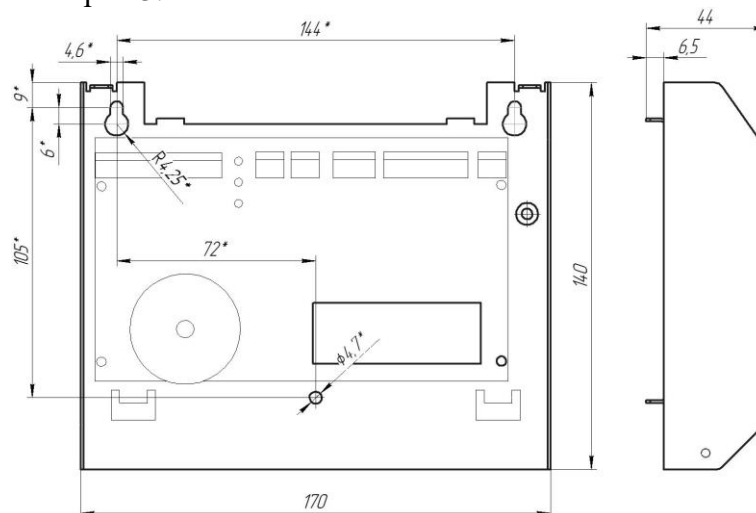

Рис.2. Габаритные и установочные размеры модуля УПТ.
3.1.1. Габаритные и установочные размеры модуля показаны на рис.2, принципиальная схема подключения - на рис.3.